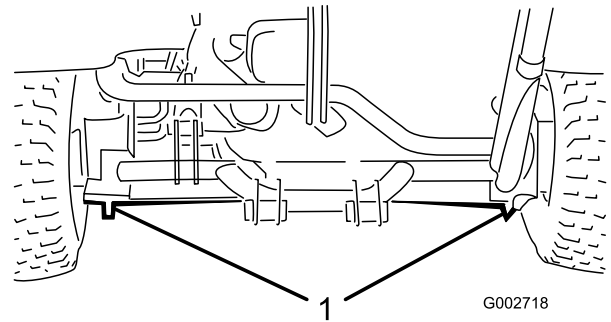

Figure 17
- Côté gauche ou droit, sous le moteur de roue arrière ou le cadre (Figure 17).